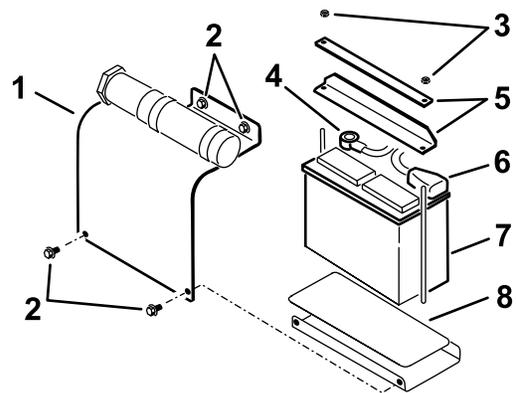

図 35
- バッテリーカバーを取り出す 図 35。
- バッテリー固定用のバーとナットを外す 図 35。
- バッテリーのマイナス端子にマイナス黒ケーブルの接続を外す 図 35。
- バッテリーのプラス端子にプラス赤ケーブルの接続を外す 図 35。
1. プラットフォームにバッテリーを取り付ける 図 35。
2. 先ほど取り外したナットとバーで、バッテリーをシャーシに固定する 図 35。
3. 先ほど取り外したねじ類を再使用して、プラスケーブル赤いケーブルをバッテリーのプラス端子に取り付ける 図 35。
5. 先ほど取り外したねじ類を再使用して、マイナスケーブル黒いケーブルをバッテリーのマイナス-端子に取り付ける 図 35。
6. バッテリーカバーを取り付ける 図 35。